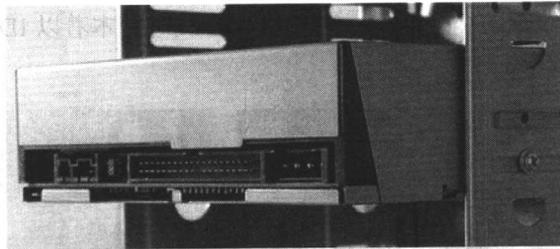

图 1.19 安装光驱
2) 将光驱装入机箱。先拆掉机箱前方的一个 5 寸固定架面板，然后把光驱滑入。把光驱从机箱前方滑入机箱时要注意光驱的方向，如图 1.19 所示。